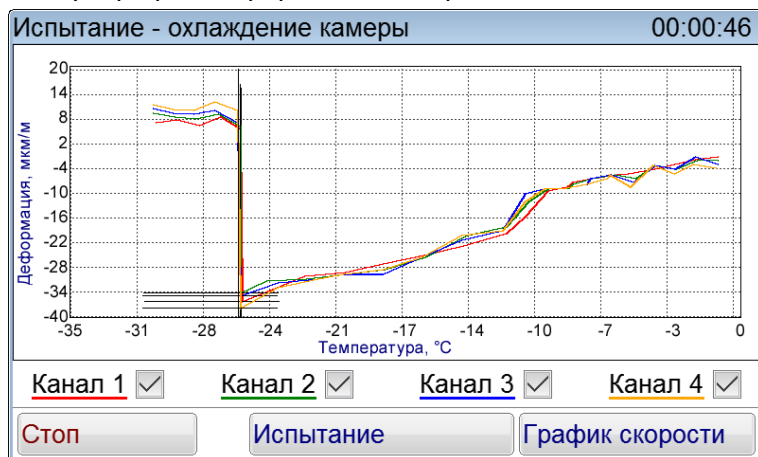

Рисунок 14 – Испытание - охлаждение камеры – график деформации
4.4.20 О растрескивании испытуемого образца свидетельствует скачок деформации на графике зависимости деформации от температуры (см. рисунок 14), Через 12 минут на экране «Испытание – охлаждение камеры» (см. рисунок 13) в столбце «Tabcd, °C» появится значение в строке напротив номера кольца.